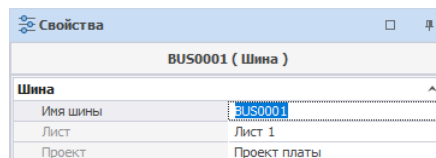

Рис. 112 Переименование шины из панели «Свойства»
- Из пункта «Имя шины» на панели «Свойства», см. Рис. 112.